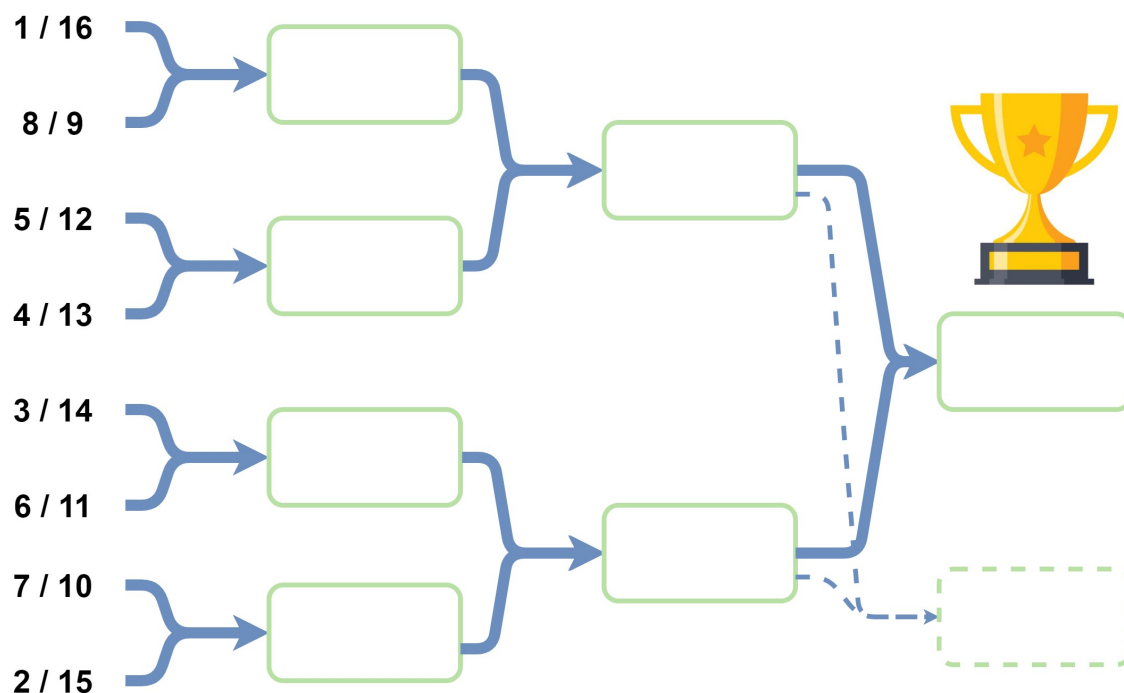

FIGURE 7 : Tableau des phases finales
Chaque équipe vainqueur de son match de barrage sera intégrée au tableau principal de la phase finale de la rencontre (B). À l'issue de la phase de barrage, l'arbre de la phase finale de la rencontre (B) présenté Figure 7 pourra être revu afin de représenter plus fidèlement le niveau de chaque équipe.